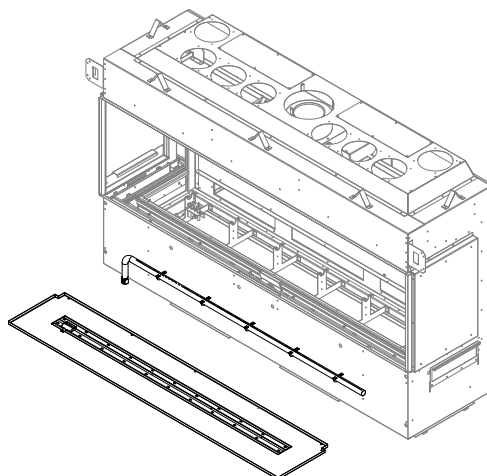

Figure 7.10 - Retrait du plateau à braise du brûleur et du tube de brûleur
2. Dévissez le plateau à braise du brûleur, sur le dessus du tube de brûleur. Retirez le plateau à braise du brûleur et le tube de brûleur, tel que montré à la Figure 7.10. Le retrait du plateau à braise du brûleur est décrit en détail à la Section 7.9.